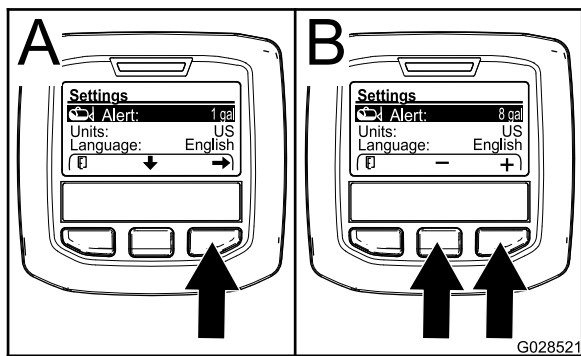

Figura 23
2. Premete il pulsante di selezione centrale per evidenziare le impostazioni di Allarme (Figura 23).
3. Premete il pulsante di selezione destro (Figura 23).
4. Usate i pulsanti di selezione centrale o destro per inserire la quantità minima nel serbatoio per far scattare e visualizzare l'allarme durante l'irrorazione (Figura 23).